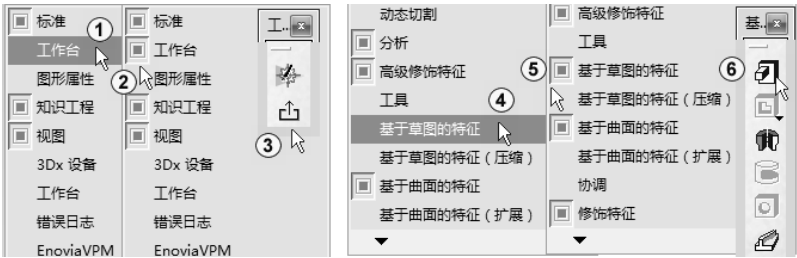

图 1-15 调出工具栏
如果找不到“退出工作台”按钮, 可在工具栏图标上任意位置右击, 在弹出的快捷菜单中选择“工作台”命令, 使之被选中, “工作台”前方出现, 使其显示, 如图 1-15 中①~③所示。
如果找不到“凸台”按钮, 可在工具栏图标上任意位置右击, 在弹出的快捷菜单中选择“基于草图的特征”命令, 使之被选中, “基于草图的特征”前方出现, 使其显示, 如图 1-15 中④~⑥所示。
单击屏幕下方的“放大”按钮 (如图 1-15 中③所示), 即可放大圆柱。
单击屏幕下方的“旋转”按钮 (如图 1-15 中④所示), 在工作区用鼠标选中圆柱后按住鼠标不放即可将圆柱旋转任意角度。